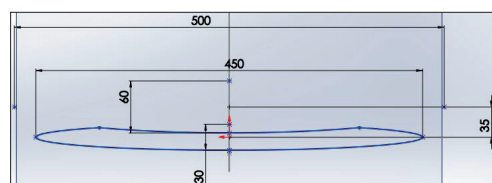

Abb. 16_Freiform_2_Erstellung_4, BN
- » Im Skizzenmodus mit **Element trimmen** (zum nächsten Element trimmen) die Kontur (Abb. 16) mit den beiden Ellipsen erstellen